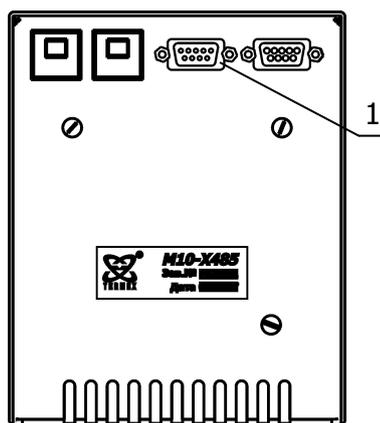
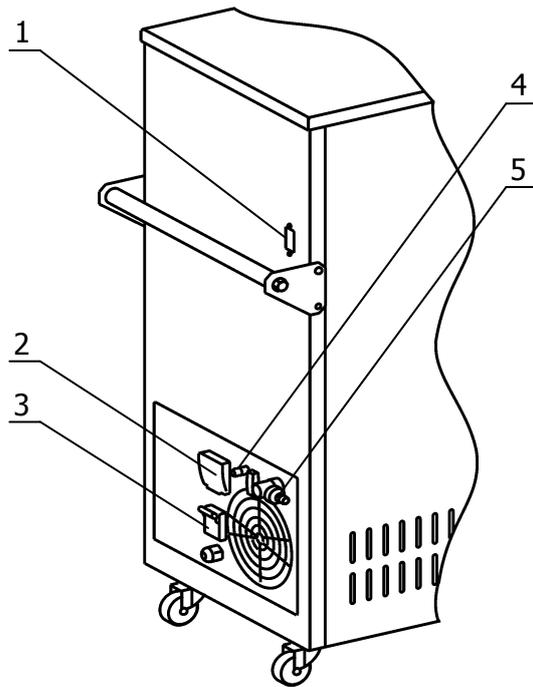

Рисунок 4 — Задняя панель блока регулирования температуры
Рисунок 5 — Боковая панель корпуса термостата
2.2.4 Установить под выходным патрубком 4 (рисунок 5) емкость объемом не менее 1.5 л для сбора излишков теплоносителя. Заполнить термостат теплоносителем (1.2.6) через верх рабочей ванны. Жидкость следует наливать в ванну термостата до момента начала ее слива из выходного патрубка. В дальнейшем по мере охлаждения до -60°C доливать теплоноситель не нужно.
2.2.6 Вставить вилку шнура электропитания блока регулирования в розетку 2 (рисунок 5). Соединить кабелем из комплекта поставки блок регулирования (разъем 1, рисунок 4) и холодильную машину (разъем 1, рисунок 5). Шнур электропитания термостата подключить к сети напряжением 220 В, при этом автоматический выключатель 3 (рисунок 5) должен быть выключен.
2.2.7 Автоматический выключатель 3 перевести в положение включено (рисунок 5)
2.2.8 При проведении работ по очистке термостата, слить теплоноситель через сливной кран 5 (рисунок 5).